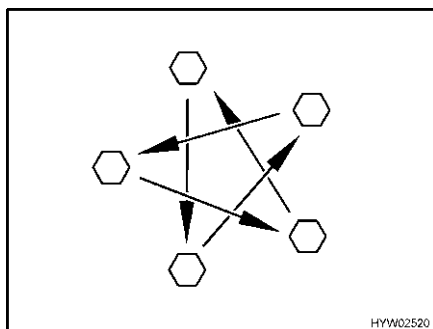

Fig. 277 Serrer en croix les écrous ou les boulons de roue
- Vérifier régulièrement le serrage des écrous ou des boulons de roues. Resserrer alternativement et en croix (Fig. 277) tous les écrous ou les boulons de roue 50 km après le changement d'une roue. Couple de serrage, voir paragraphe 13.5.2.
- ▷ Serrer en croix les écrous ou les boulons de roue (Fig. 277).